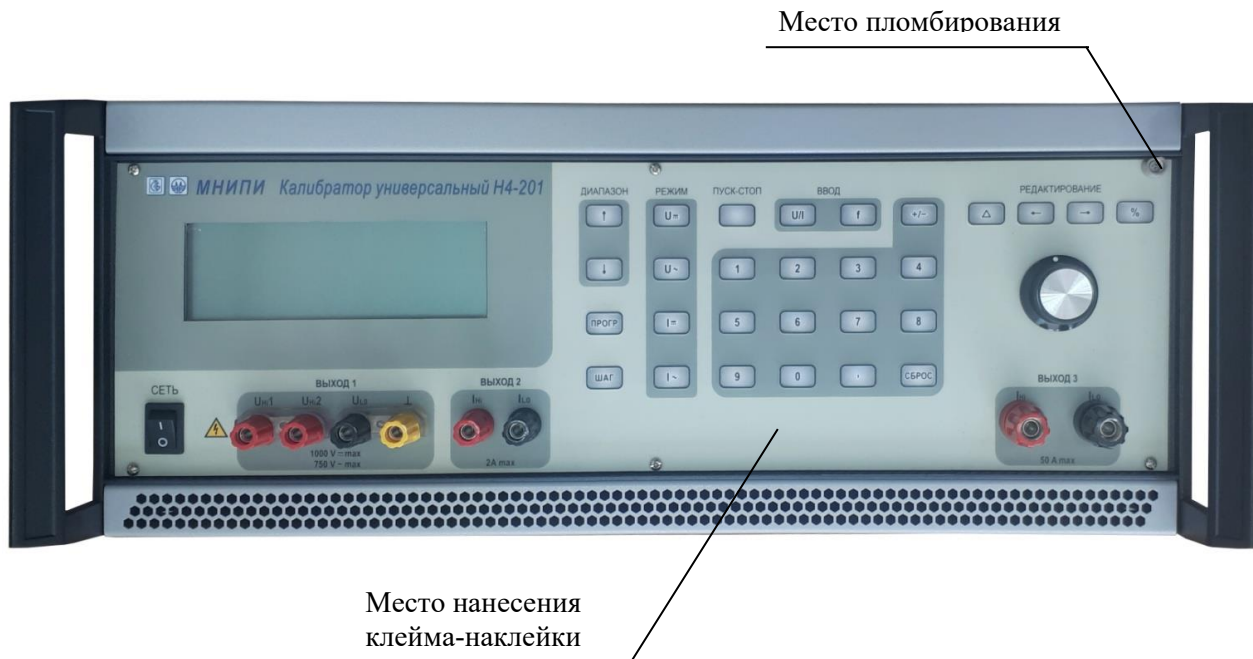

Рисунок 1.2 – Место нанесения клейма-наклейки и пломбирования (передняя панель калибратора)
1.5.3 Места нанесения знака поверки в виде клейма-наклейки и пломбирования – передняя панель калибратора (рисунок 1.2).